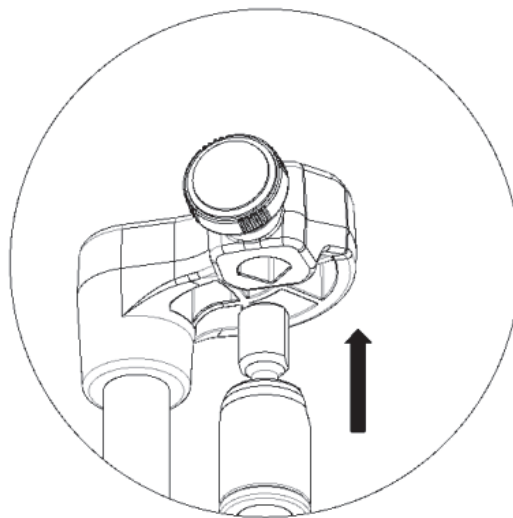

Fig. 06
4.6 Soporte del conjunto de transferencia: Para el montaje del conjunto de transferencia en su respectivo soporte, encaje el terminal de conjunto hasta el final del alojamiento del soporte y fije el terminal a través del tornillo de fijación. El terminal del conjunto de transferencia posee un sistema de encaje en prisma, lo que garantiza siempre la misma posición de su encaje desde que no se destrabe la palanca que traba el conjunto de transferencia y que el mismo sea encajado hasta el final del alojamiento del soporte del conjunto de transferencia. **(Fig.06).**